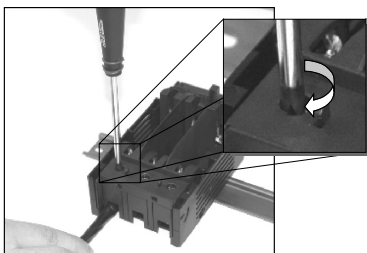

Figura 15
- Fixe os condutores (Figura 15);